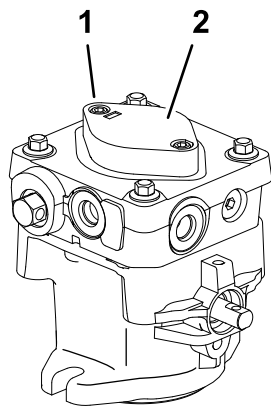

Figura 54
- B. Afloje los 2 tornillos de caperuza de cabeza hexagonal (Figura 54) solo de 1 a 1/2 vuelta.